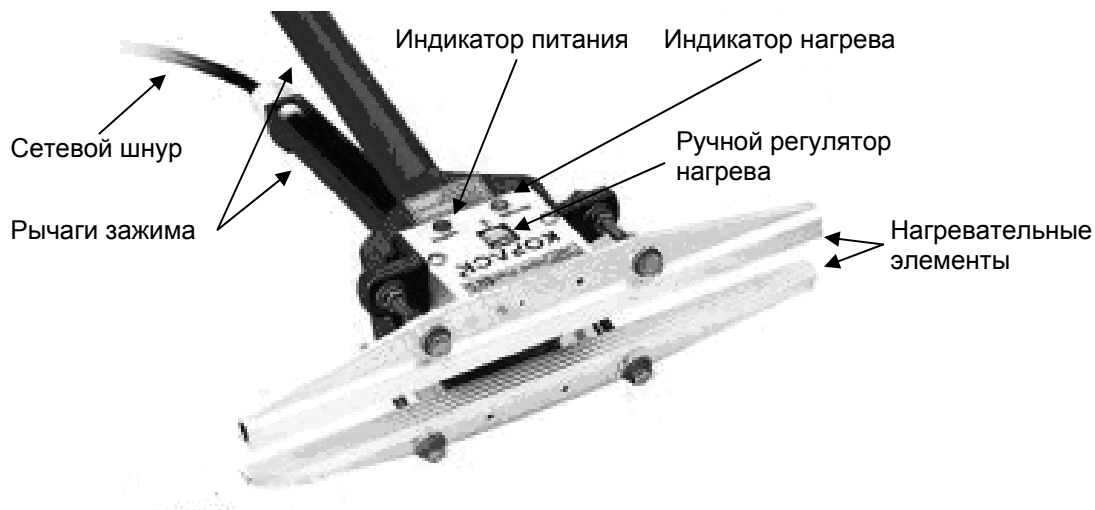

Рис. 1 Общий вид. Основные элементы.
- Установите регулятор нагрева (см. рис. 1) в положение «1».